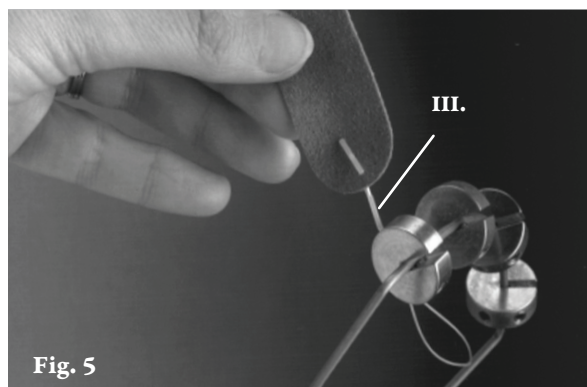
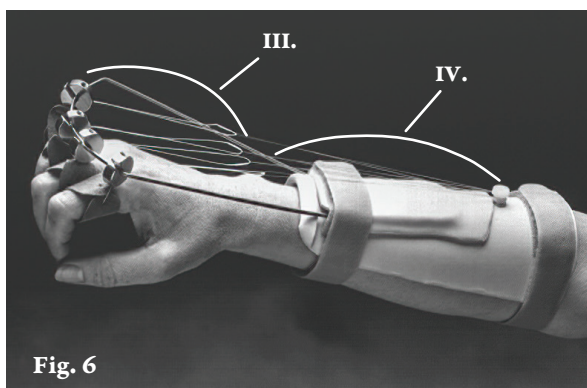

Fig. 5
Fig. 6
- 5) Plier les lignes en nylon (III.) des attelles de doigt avec liens et les enfiler par les poulies à fente. (Fig. 5)
- 6) Mettre le poignet en légère flexion et les MCP en position neutre pour assurer une tension correcte sur le monofilament. Découper quatre monofilaments ou lignes d'armature tressées (IV.) de 30 cm (12 po) de longueur. Attacher l'extrémité distale de chaque ligne sur la boucle des attelles de doigt avec liens (Fig. 5), à la fin de la double ligne en nylon. Utiliser les butoirs de ligne (NC22557) ou les connecteurs de ligne de l'armature (NC12494) pour créer des boucles d'extrémité pour fixer le monofilament. Attacher l'extrémité proximale des lignes à des lignes à la vis de serrage. Le fil de l'armature doit reposer à proximité de la main. (Fig. 6)